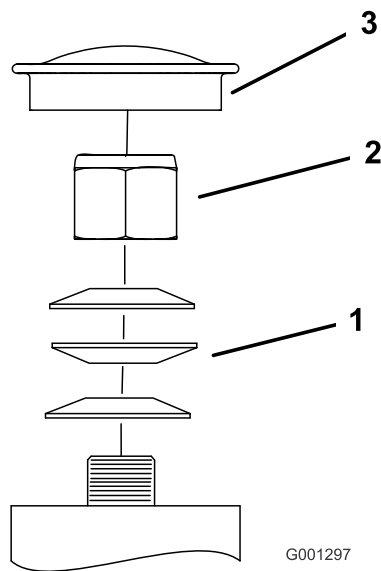

Figure 66
3. Retirez le capuchon antipoussière de la roue pivotante et serrez le contre-écrou (Figure 66).
4. Continuez de serrer le contre-écrou jusqu'à ce que les rondelles élastiques soient aplaties, puis desserrez-le de 1/4 de tour pour obtenir la précharge correcte des roulements (Figure 66).
Important: Veillez à placer les rondelles élastiques comme montré à la Figure 66.
5. Remettez le capuchon antipoussière en place (Figure 66).